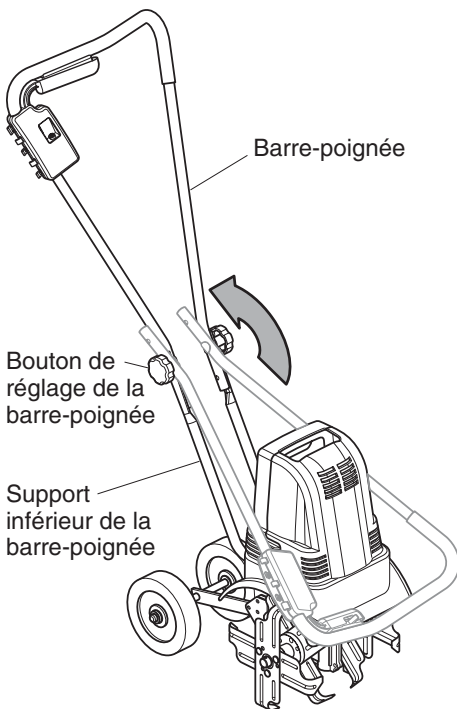

Figure 2 - Dépliage de la barre-poignée
1. Desserrer les boutons de réglage de la barre-poignée. Faire pivoter la barre-poignée en position d'utilisation (voir la figure 2). Ne pas forcer sur la barre-poignée. Si le dépliage est difficile, continuer à desserrer les boutons de réglage. Faire attention à ne pas pincer le cordon d'alimentation électrique entre la barre-poignée et le support inférieur de cette dernière.